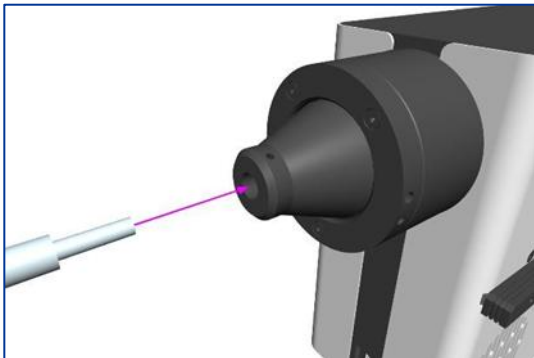

図14
1. 3 mm液体ライトガイドの自由端を光源に挿入し、ライトガイドが光源出射鏡筒に完全に収まっていることを確認します（図14）。